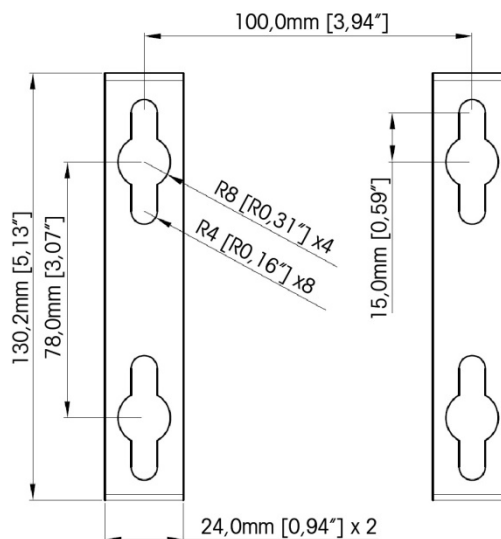
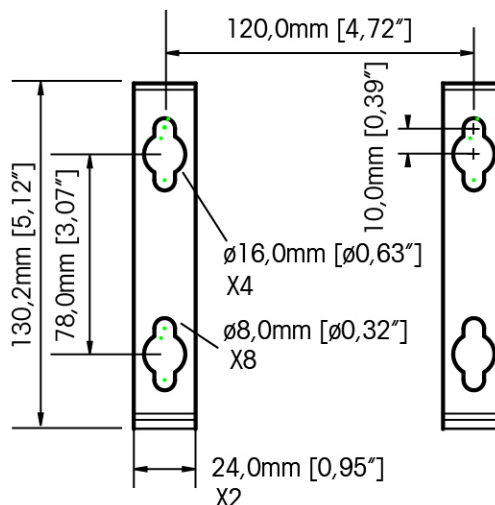

Figura 2-18: Forometria per il montaggio della staffa a parete (VESA 100 x 100mm) (nei terminali IND570 prodotte dopo l'aprile 2016)
Figura 2-19: Forometria originale per il montaggio della staffa a parete (nei terminali IND570 prodotte fino ad l'aprile 2016)
- G. Ruotare con attenzione il coperchio posteriore di 180 gradi e ricollegare le piattine di massa ai due perni accanto ai manicotti di serraggio utilizzando i due dadi precedentemente rimossi nella fase precedente nella Figura 2-17. Serrare i dadi. La Figura 2-18 mostra le cinghie ricollegate.
- H. Rimuovere il pezzo grezzo dalla posizione cerchiata nella Figura 2-18. Montare il pressacavo e il cavo di alimentazione e serrare il dado sul pressacavo.
4. Contrassegnare la posizione dei fori di montaggio sulla superficie verticale in base alle dimensioni mostrate in Figura 2-18 e Figura 2-19, oppure, mantenendo il terminale sulla superficie su cui deve essere fissato, contrassegnare i punti di fissaggio attraverso i fori della staffa.